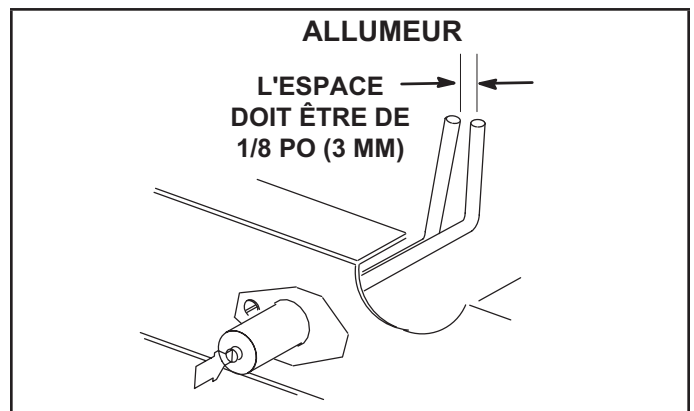

FIGURE 34
- 4 - Localiser l'allumeur sous les brûleurs de gauche. Vérifier l'écartement des contacts à l'aide de mèches hélicoïdales ou de jauges d'épaisseur de la taille appropriée. Voir FIGURE 34.